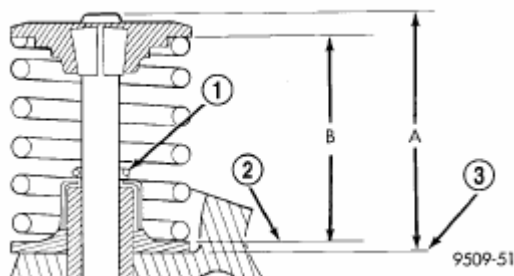

Рис. 29. Проверка высоты установки пружины В и размера выступания стержня клапана над опорной поверхностью головки блока цилиндров А.
(4) Проверить высоту установки пружины В для подшлифованного клапана и седла (Рис. 29). Измерение проводить строго от верхней поверхности опорной шайбы пружины до нижней опорной поверхности тарелки пружины. Если высота составляет более 38.75 мм (1.525 дюйма), установить прокладку 0.762 мм (0.030 дюйма) под опорную шайбу пружины для обеспечения соблюдения спецификации высоты пружины.